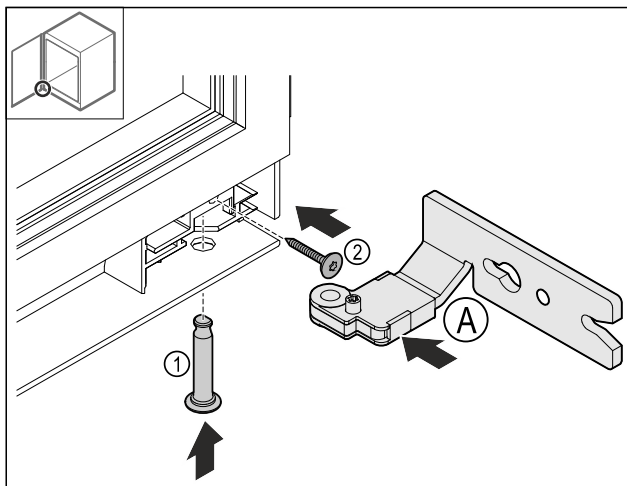

Fig. 26
- Installer la charnière inférieure Fig. 26 (A).
- Insérer et maintenir le boulon Fig. 26 (1).
- Visser la vis Fig. 26 (2).